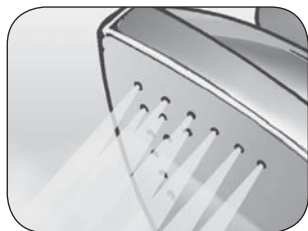

Abb. 5
- 2 Den Schalter zum Einschalten des Dampferzeugers (L) drücken.
- 3 Den Dampfbregler (K) auf die gewünschte Dampfstärke drehen.
- 4 Den Schalter On/Off (O) zum Einschalten des Bügeleisens drücken.
- 5 Die gewünschte Temperatur mit dem Temperaturregler (F) auswählen.
- 6 Um den Dampf zu benutzen, abwarten, dass sich die Kontrolllampe Dampfbereitschaft (M) einschaltet.
- 7 Bevor Sie den Dampf auf die zu bügelnde Wäsche richten, geben Sie zwei bis drei längere Dampfstöße gegen den Boden ab, um den Dampfausstoß zu stabilisieren (Abb. 5).